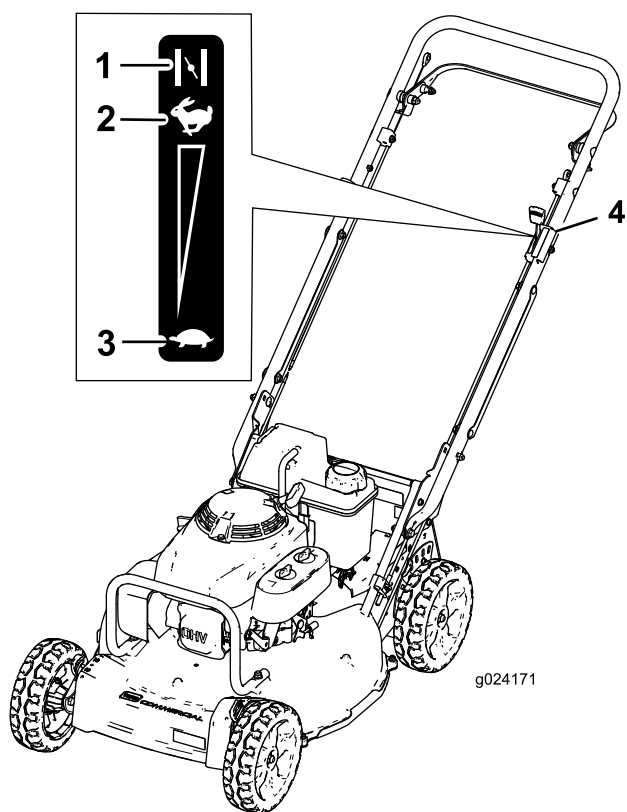

Figure 14
3. Réglez la commande d'accélérateur en position Starter (**Figure 14**).
6. Lorsque le moteur démarre, amenez la commande d'accélérateur en position haut régime (**Figure 14**).